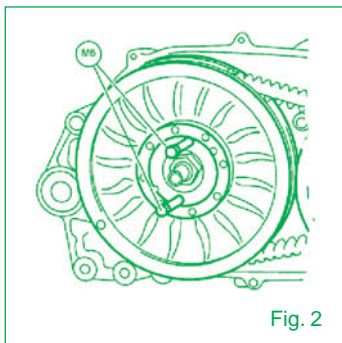

Fig. 2
- 5) Atornillar los dos tornillos M6 con longitud roscada mayor a 50 mm en los dos orificios de la polea secundaria, esta operación permite alejar las dos poleas y, por lo tanto, aflojar la correa (fig. 2).